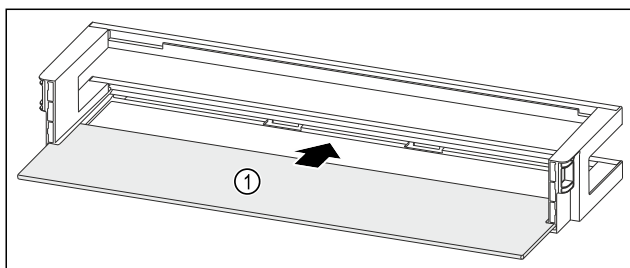

Fig. 204 Rafti i derës me raft mbajtës
- Futni raftin mbajtës Fig. 204 (1) në folëtë anësore.